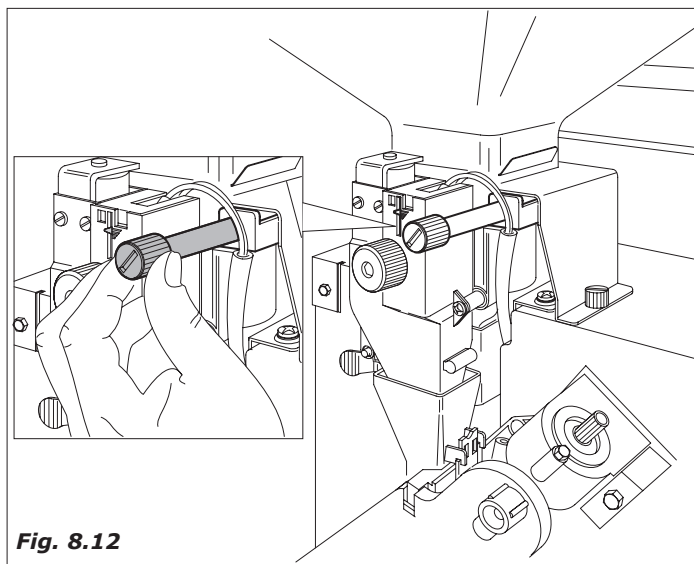

Fig. 8.12
- **Regolazione del grado di macinatura.** Ruotare la vite (Fig.8.12) per ottenere i risultati desiderati.